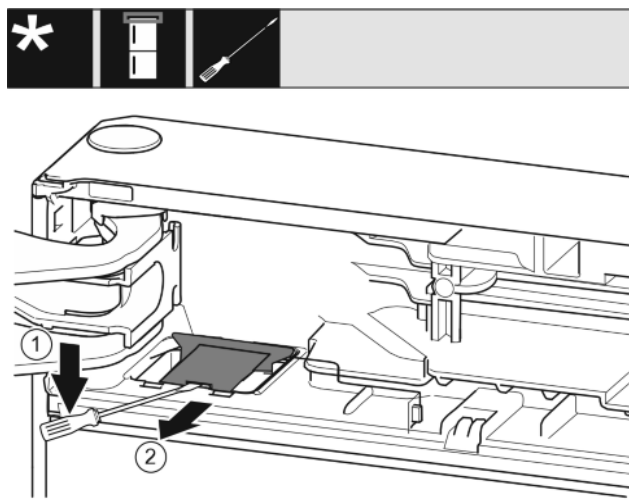

Fig. 8
- ▶ Ravnim odvijačem odkopčajte pokrov i potom ga podignite. *Fig. 8 (1)*
- ▶ Izvadite pokrov. *Fig. 8 (2)*